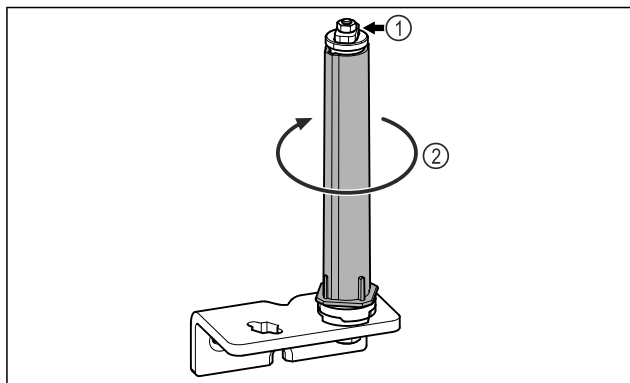

Fig. 23
- ▶ 请勿拆解关门系统 Fig. 23 (1)。
- ▶ 转动关门系统 Fig. 23 (2)，直至听到咔嚓声。